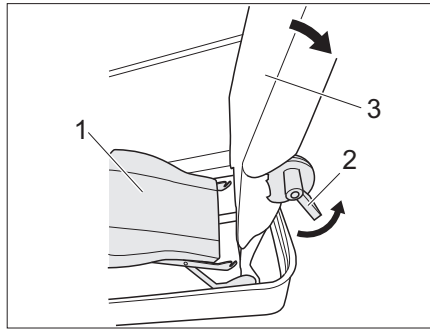
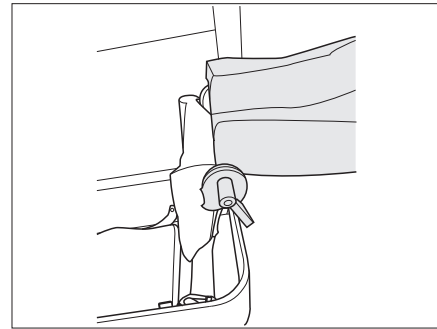

Fig. 221 Desenganchar la superficie de asiento
Fig. 222 Respaldo del asiento girado 90° hacia atrás
- Desenganchar la superficie de asiento (Fig. 221,1) y mover hacia abajo.
- Accionar la palanca 1 (Fig. 221,2) y girar hacia atrás en 90° (Fig. 222) el respaldo del asiento (Fig. 221,3).